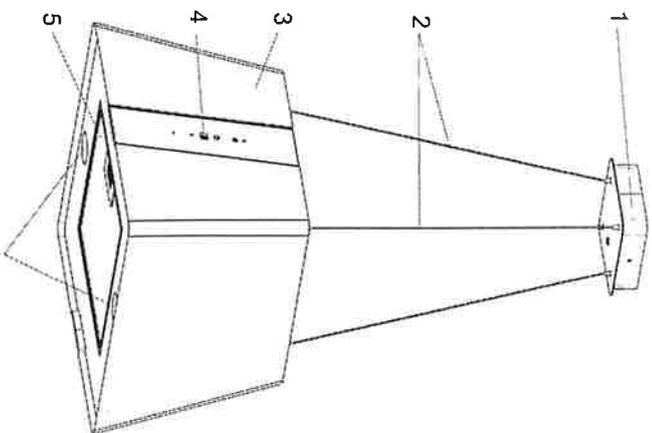

Fig.2 6
1.5 La hotte peut fonctionner en régime de la recirculation (la circulation fermée circulaire de l'air dans la cuisine), quand la hotte n'était pas connectée au tuyau de cheminée, et l'air est passé par le filtre à graisses aluminium et le filtre à charbon d'absorbant l'odeur et revient à la cuisine (Fig. 2).
5.4 La hotte comprend les composants suivant (fig.2)